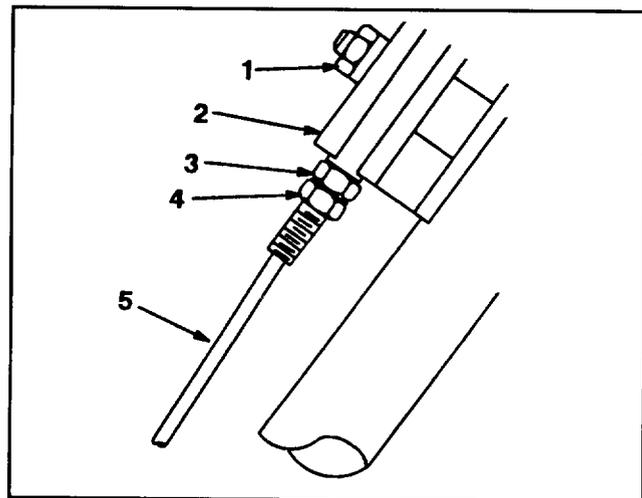

Figure 19
2. Desserrez l'écrou du bloc de support (fig. 19).
3. Desserrez le contre-écrou inférieur sur le câble de traction des roues (fig. 19).
8. Une fois le réglage terminé, le boulon de blocage supérieur doit se trouver contre le bloc de support (fig. 19).